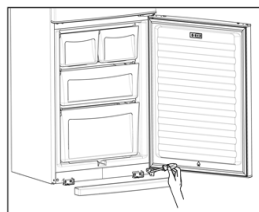

Рис. 3
3. Снимите цокольную панель. Выкрутите винты нижней петли, затем снимите саму петлю. (Рис. 3)